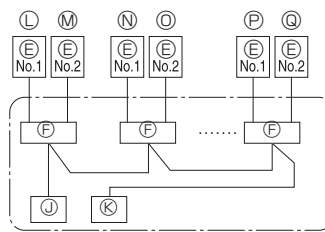

Fig. 6-2
### 6.1. Unidad exterior (Fig. 6-1, Fig. 6-2)
- Tienda los cables de acuerdo con la Fig. 6-1 y Fig. 6-2.
- (A) Bloque de terminales de la fuente de alimentación (L1, L2, L3, N, ⊕)
- (B) Bloque de terminales de la conexión interior/exterior (S1, S2, S3)
- (C) Panel de servicio
- (D) Grapa